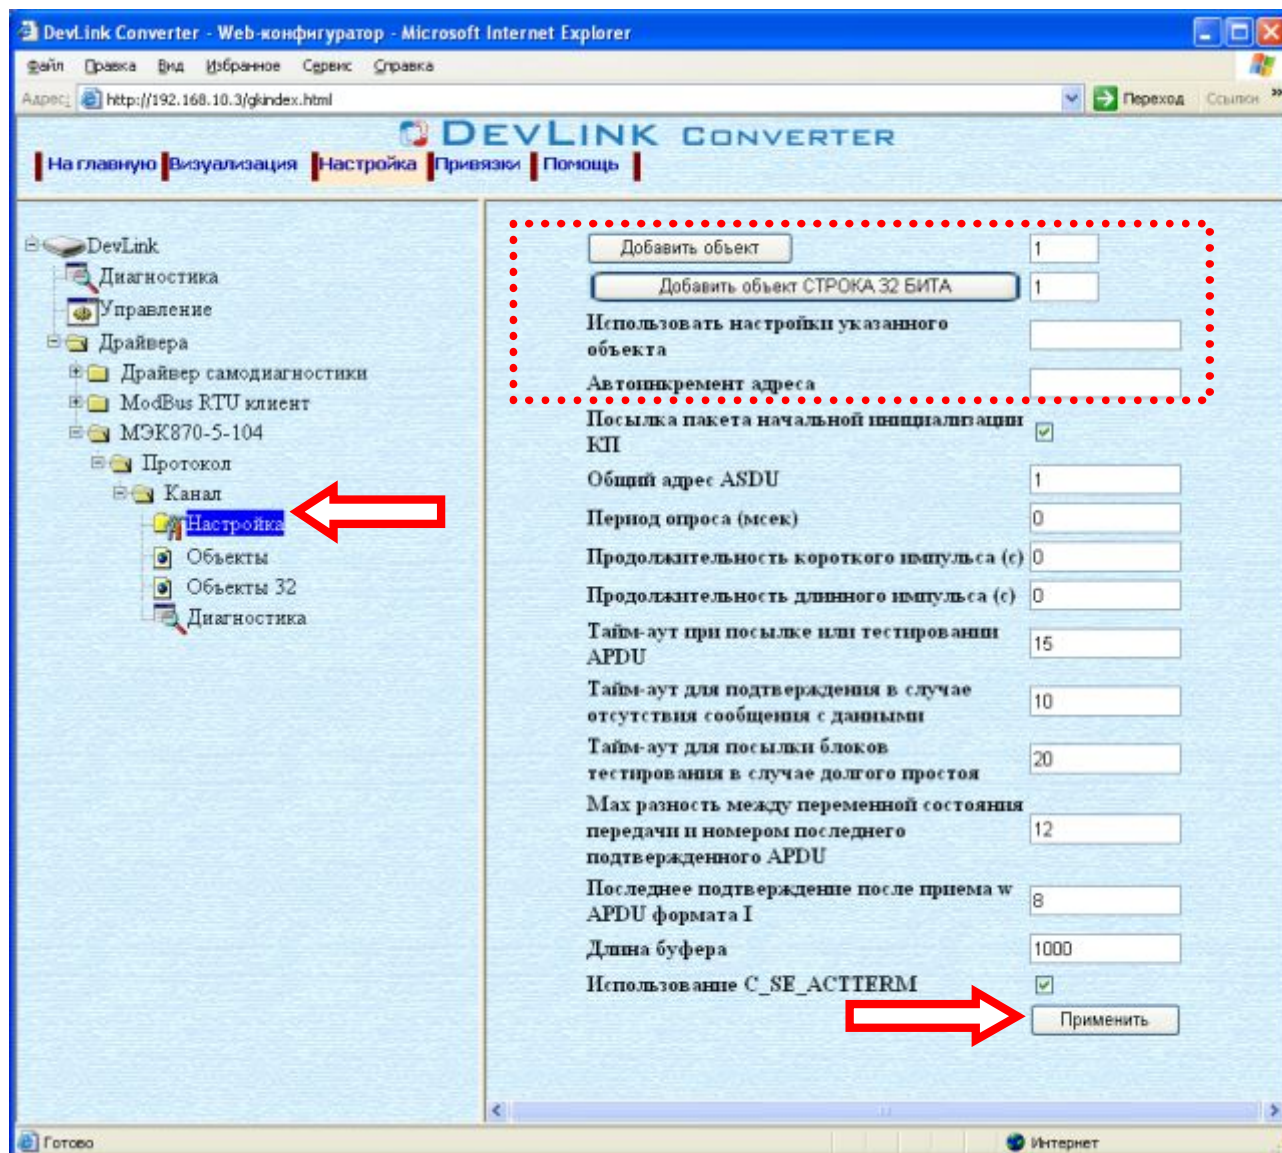

Рисунок 3.2 – Добавление объекта информации в канал
- Выберите в дереве объектов *папку Настройка* протокола драйвера (рисунок 3.2). В результате в правом фрейме (фрейм «Настройка») конфигуратора появятся элементы кнопка **Добавить объект**, **Добавить объект СТРОКА 32 БИТА**, **Использовать настройки указанного объекта**, **Авто-инкремент адреса** и другие элементы управления для настройки канала
- Нажмите на кнопку **Добавить объект...**. В результате будет произведено добавление в канал соответствующего количества новых объектов информации. Дерево объектов будет обновлено. Папка **Объекты** канала драйвера должна содержать новые объекты информации (рисунок 3.2).